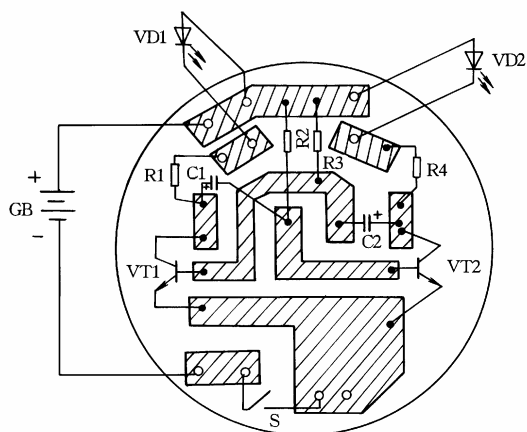
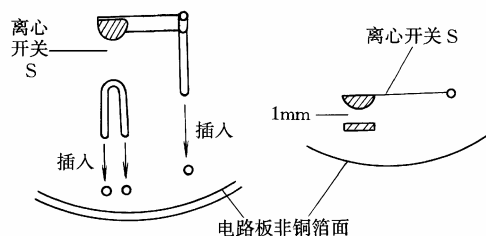
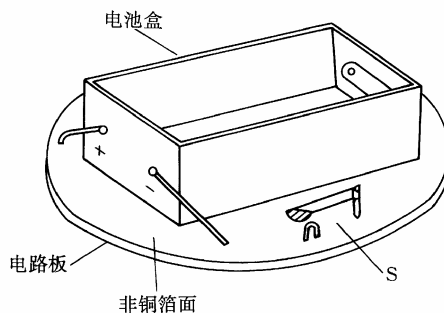

图 2-8
图 2-10
图 2-12
(8) 由于整个电路比较简单，因此可用刀刻法按图 2-8 所示刻制电路板。只需在图中画小圆圈处打上孔，作为发光二极管 VD1、VD2、离心开关 S 及电池盒正、负极引线的安装孔。其他元件焊接处不必打孔。
(10) 接下来按图 2-10 所示组装离心开关 S。按照图 2-8 所示位置，将动臂和定接点分别从电路板的非铜箔面插入相应的孔中（见图 2-10 之左图），并在铜箔面将其焊牢。要求动臂与定接点距电路板表面的高度要相等，动臂上的锡珠与定接点要对准，两者之间相距 1mm 左右（见图 2-10 之右图），轻推动臂，锡珠应能与定接点可靠接触。
(12) 选购一个能装两节 7 号电池的小电池盒，用玻璃胶将电池盒粘牢在电路板非铜箔面的正中间，其正、负极引线分别插入电路板相应的孔中（参见图 2-8），并在铜箔面将其焊牢。注意电池盒的正、负极引线不能弄错（见图 2-12）。